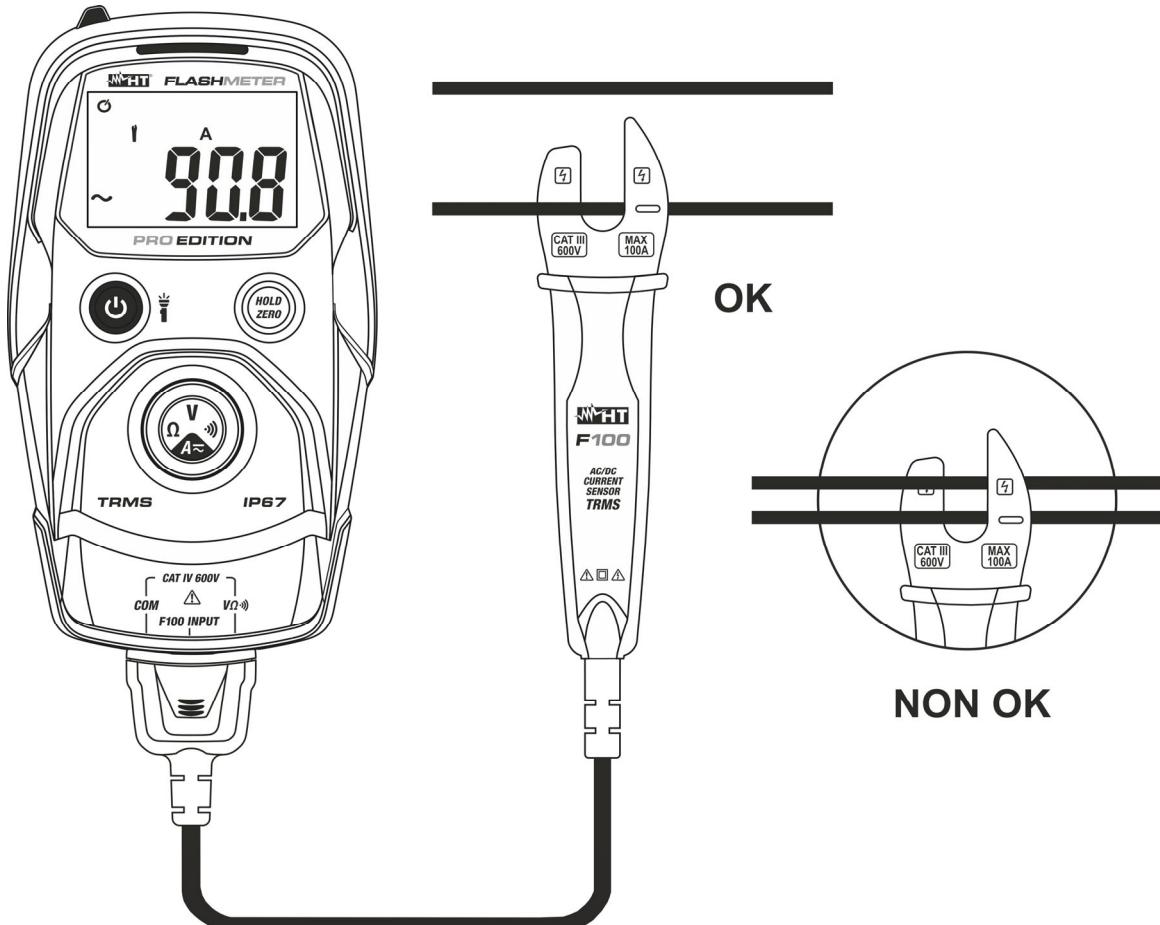

Fig. 7: Uso dello strumento per misura di Corrente AC/DC
4. Collegare la pinza F100 sul conduttore in prova (vedere Fig. 7) facendo attenzione al simbolo freccia presente all'interno del toroide ad indicare il verso positivo della corrente e posizionandolo al centro dello stesso al fine di ottenere un risultato di misura accurato. Il valore della corrente è visualizzato a display
5. La visualizzazione del simbolo **-** sul display dello strumento indica che la corrente ha verso opposto rispetto alla connessione di Fig. 7